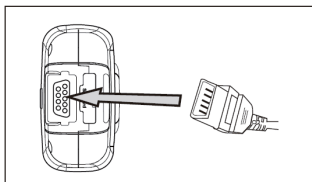

Рис.4.1
2. Установите зонд SpO₂ в гнездо датчика (см. Рис.4.1). Если зонд SpO₂ отсоединен от устройства, в строке состояния в левом верхнем углу экрана дисплея появится индикация «Зонд отключен».